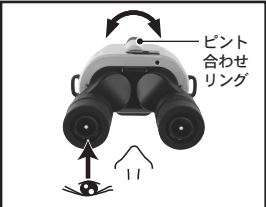

図9
- 視度調整を行います。左側の接眼レンズを左目でのぞきながら、「ピント合わせセリング」を回します。目標物に正しくピントが合ったら止めます。できるだけ遠くのものを見て行ってください。(図9)